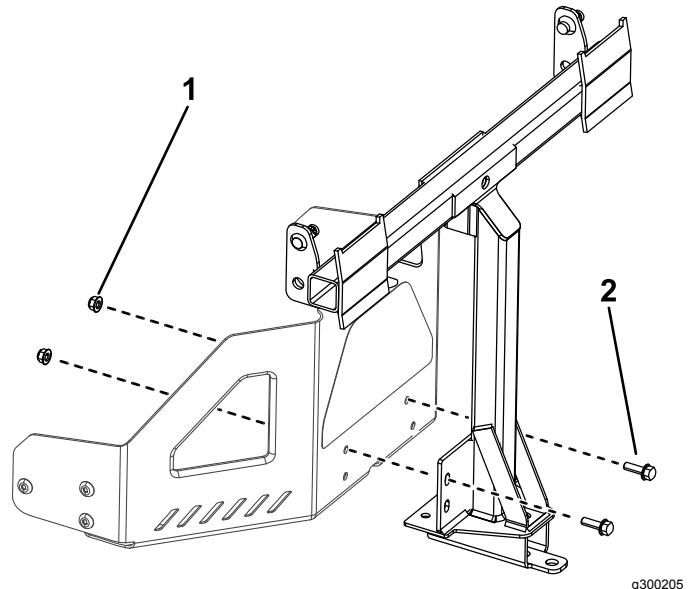

Bild 6
2. Befestigen Sie den Drehrahmen an der Maschine, wie in Bild 6 abgebildet. Befestigen Sie den Drehrahmen mit zwei Schrauben